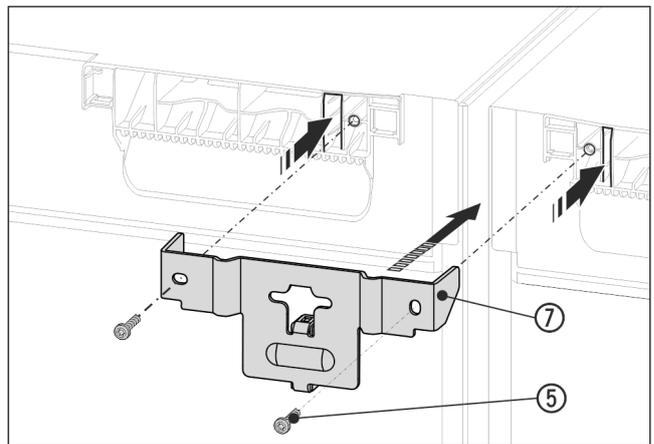

Fig. 16 例图
- ▶ 使用间隔垫片将角 Fig. 16 (7) 推入设备之间，并使用接片将其推入设备盖板中。使用两颗螺栓 Fig. 16 (5) 紧固。